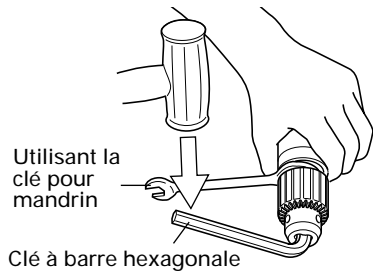

Fig. 13
- (4) Retrait du mandrin de l'angle (Fig. 13)